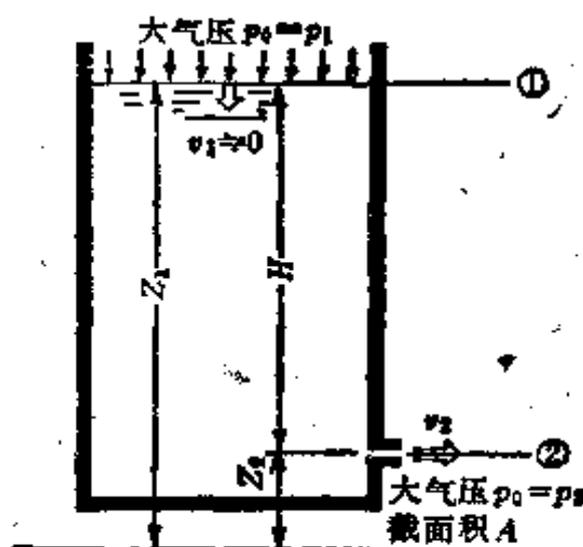

图5.8 托里拆里定理
【解说】 如图5.8所示, 在大水槽下面开个孔向外喷水, 这个状态可应用伯努利定理, 当②向外流水时, 水面①几乎是不下降所以  $v_1 \approx 0$ ,  $p_1$ 、 $p_2$  为 ①、②处的大气压并且相等  $p_1 = p_2$ ,  $Z_1 - Z_2 = H$ .
【例题】 如图5.8所示, 在水槽下面 5m 处开一圆孔, 其直径为 4cm, 求该孔出口流速和流量。